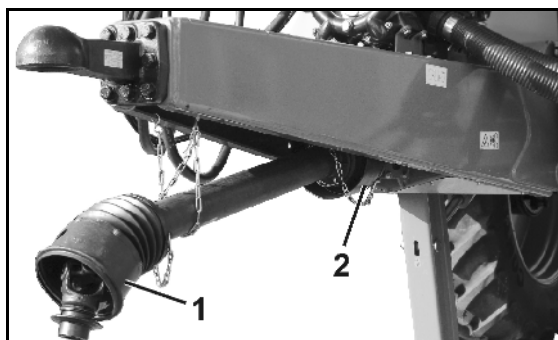

Bild 13
- Bild 13/...
(1) Kraftöverföringsaxelskydd med fästkedjor
(2) Maskinens skyddsträtt